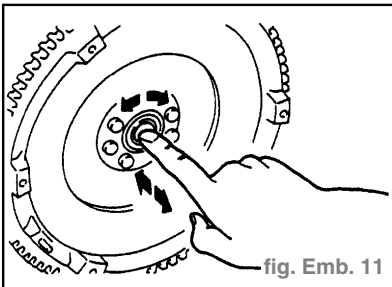

fig. Emb. 11
- Sans déposer le roulement-guide du volant, tourner le roulement tout en exerçant une pression dans le sens axial. (fig. Emb. 11)